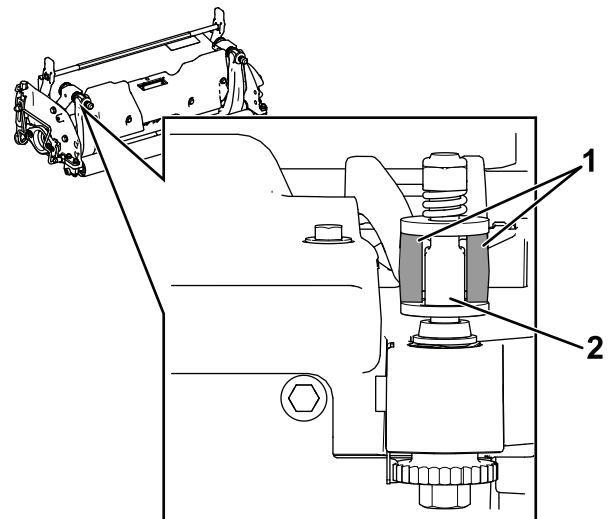

Bild 26
1. Montieren Sie die Untermesserträger/Untermesser-Baugruppe. Positionieren Sie die Befestigungslaschen zwischen den Scheiben und der Untermesserträger-Stellschraube (Bild 26).
Wichtig: Zentrieren Sie die DPA-Einsteller in die Ösen der Untermesserträger, wie in Bild 26 dargestellt.